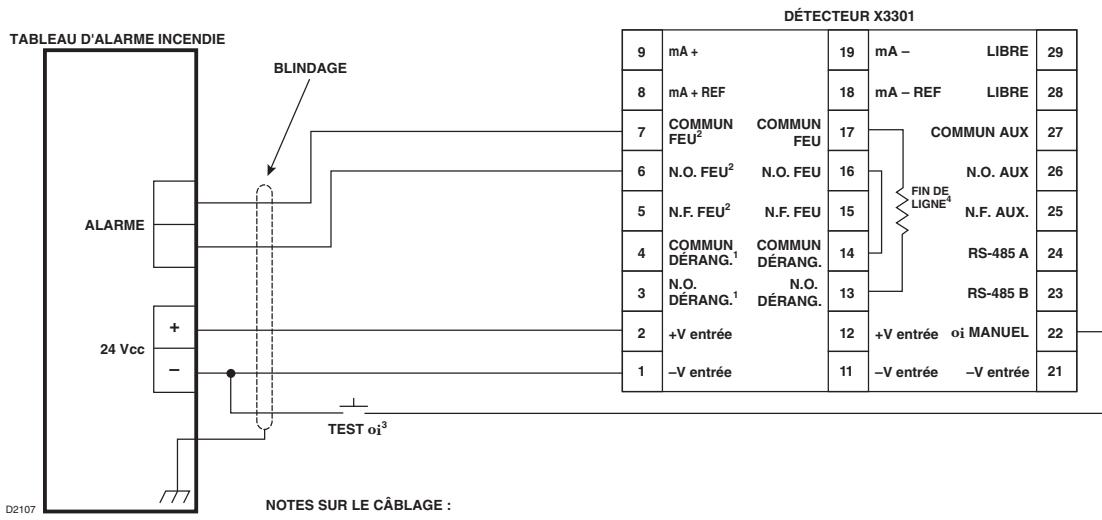

Figure 7—Option de Câblage Ex d
L'utilisation d'un câble blindé est requise pour se protéger des interférences causées par les perturbations EMI (interférences électromagnétiques) et RFI (radiofréquences). En cas d'utilisation de câble blindé, le blindage devra être coupé et isolé sur chaque appareil comme indiqué sur les Figures 7 à 12 et sur la Figure 15. Consulter Det-Tronics en cas d'utilisation de câble non blindé.
- Les Figures 7 et 8 offrent des exemples d'installations types avec un X3301 câblé sur un tableau d'alarme incendie.